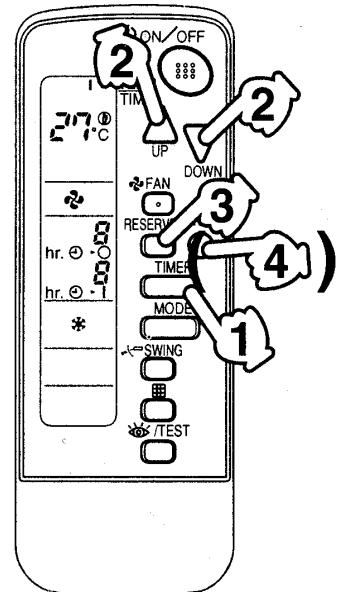

Рис. 8
### ПРОГРАММИРОВАНИЕ ТАЙМЕРА (см. рис. 8)
- Для выхода из режима управления по таймеру нажмите кнопку выключения таймера (на рис. 8), после чего индикация таймера исчезнет с табло.